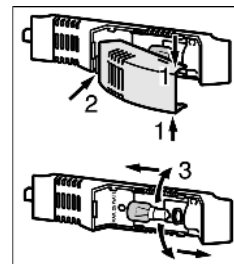

Fig. 3
- ▶ Возьмитесь за крышку лампы сверху и снизу *Fig. 3 (1)*.
- ▶ Выведите крышку лампы сзади из зацепления и снимите *Fig. 3 (2)*.
- ▶ Замените лампу *Fig. 3 (3)*.